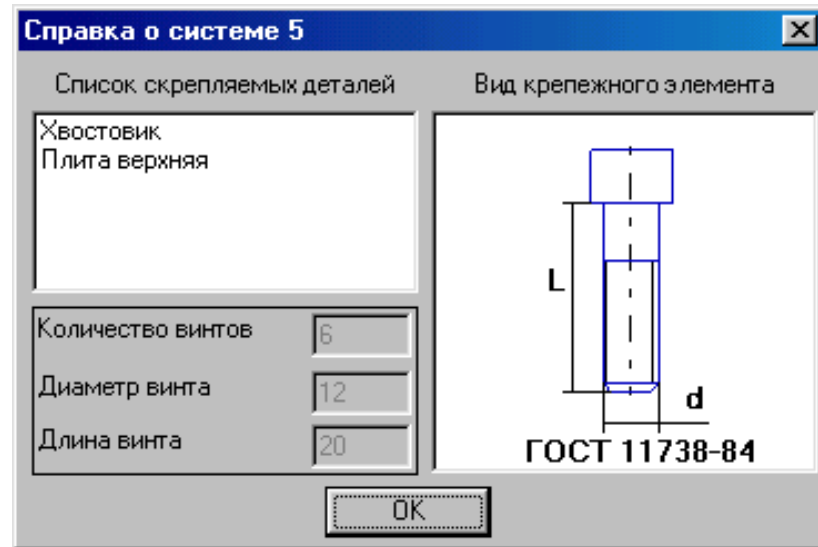

Рисунок 1.88 – Вікно "Довідка про систему"
– при активації команди "Довідкова інформація про системи" зі списку, що з'являється, вибирається номер системи, Якщо система була намальована на кресленні, її елементи будуть підсвічені кольорами виділення. У вікні "Довідка про систему" (рис. 1.88) висвітлюється інформація про систему кріплення.